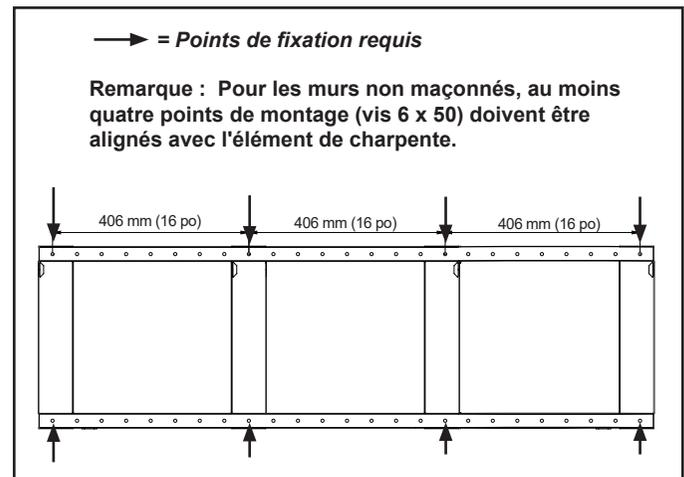

Figure 4.2 Supports de fixation
- Marquez huit emplacements sur le mur qui correspondent aux huit points de fixation requis dans le support. Voir figures 4.2 et 4.8.